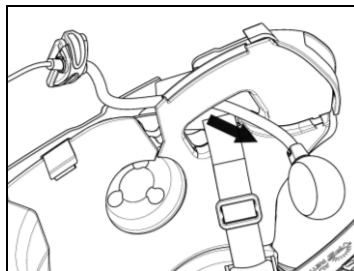
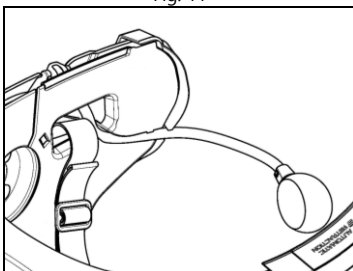

Fig. 12
Fig. 13
- Plaats de microfoon in de opening (Fig. 12), positioneer hem in de specifieke zitting, en koppel het metalen deeltje vast in de gleuf in de koppeling van het kinstuk (Fig. 13).